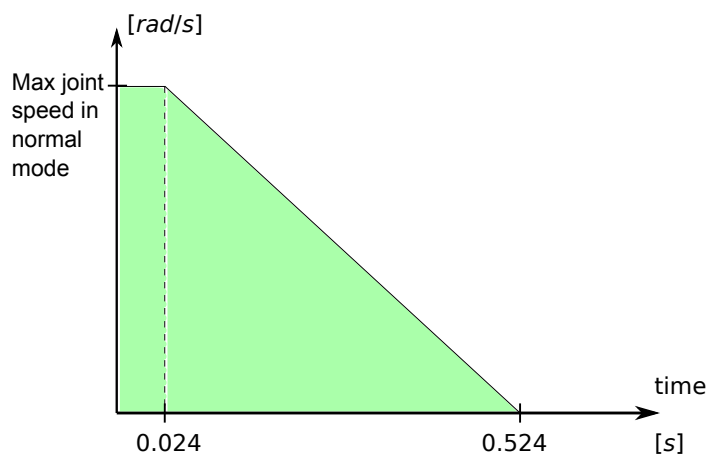

图 2.2: 斜坡下面的绿色区域即制动过程中允许的关节速度。在 0 点处, 安全处理器检测到一个事件 (紧急停止或防护停止)。减速从 24 ms 后开始。
1. 安全系统监控是否在 24 ms 内启动制动，参阅图 2.2。